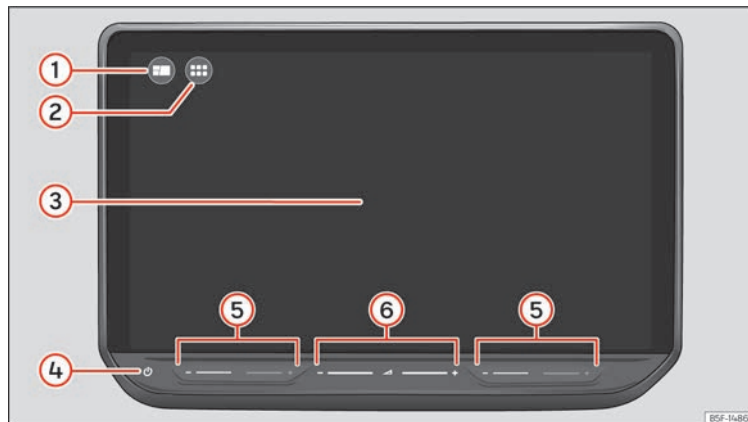

Abb. 171 Übersicht: Schalteinheit.
Gestalten Sie das übergeordnete Menü und die Ansicht HOME » (Abb. 171) ① individuell, um schnell auf die bevorzugten oder am häufigsten verwendeten Funktionen zuzugreifen.